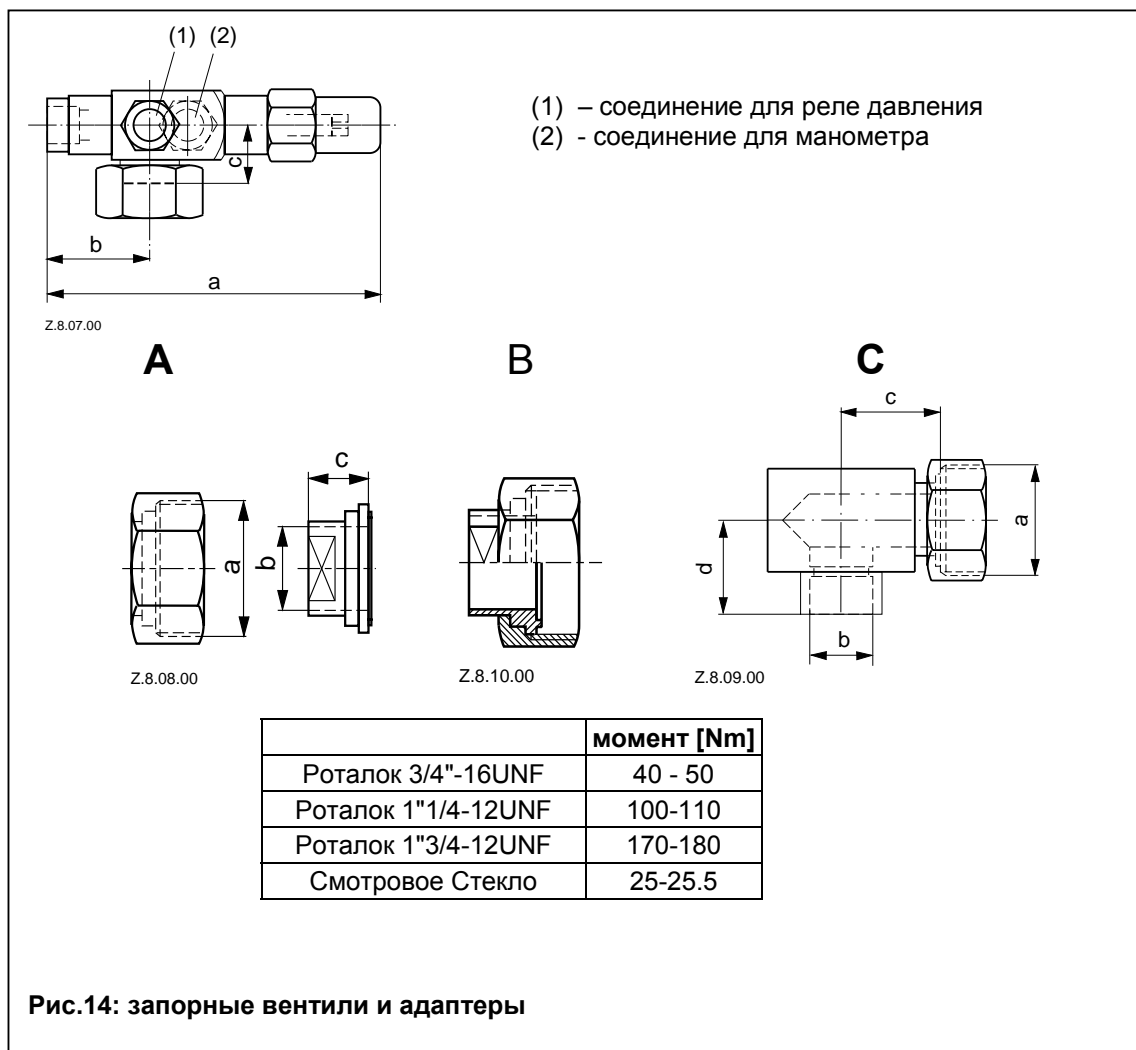

Рис.14: запорные вентили и адаптеры
Рекомендуемая конфигурация (рис.14):
Холодильные спиральные компрессоры комплектуются резьбовыми элементами для установки запорных вентилях Роталок. В случае соединений под пайку вместо вентилях Роталок используются адаптеры "А" и "В" прямые, или угловые "С". (см. рис. 14 и список зап.частей для ZF/ZS и ZB).
**Внимание!** Перед открытием системы важно удалить весь хладагент как со стороны всасывания, так и нагнетания. Если удалить хладагент только со стороны высокого давления, возможно слипание спиралей, препятствующее выравниванию давления. Это может привести к тому, что сторона всасывания в компрессор будет находиться под повышенным давлением. Если в этом случае производить пайку на стороне всасывания, смесь хладагента и масла может взорваться при контакте с пламенем горелки. Для предотвращения этого перед демонтажом надо проверить с помощью манометров давление на стороне всасывания и нагнетания. В случае необходимости проведения ремонта агрегата, необходимо выпустить хладагент как со стороны всасывания, так и нагнетания. Для таких случаев предоставляются и прилагаются все необходимые инструкции. Если компрессор нужно заменить, его нужно удалить из системы без пайки. См. рис. 14 (предыдущая страница) касательно процедуры замены компрессора.